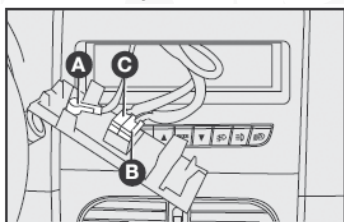

fig. 151
- Cables para la alimentación del radio C-fig. 151.
- Cables para las bocinas y tweeters B-fig. 151.
- Cable para antena de toldo A-fig. 151.
- Cable para la alimentación del radio C-fig. 151.
- Cable para bocinas delanteras y traseras fig. 151.